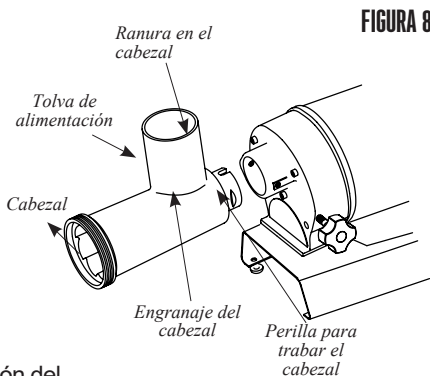

FIGURA 8
1. Inserte el cabezal dentro del gabinete de engranajes con la tolva de alimentación del cabezal hacia arriba. Necesitará alinear la ranura en el cabezal con el pasador dentro del gabinete de engranajes. Asegúrese de que el cabezal esté completamente asentado dentro del gabinete de engranajes (**FIGURA 8**).